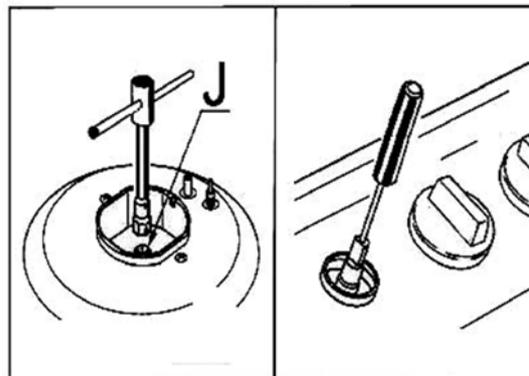

Рис. 9
- Выверните жиклеры «J» (см. рис. 9) торцевым ключом на 7 мм и замените их подходящими (см. таблицу «Диаметры жиклеров, мм»). Жиклеры маркируются указанием диаметра отверстия в миллиметрах в верхней части жиклера;
- Вставьте маленькую отвертку с плоским жалом в стержень вентиля (см. рис. 9). В вентилях, оборудованных предохранительным клапаном системы «газ-контроль», регулировочный винт может находиться снаружи стержня вентиля.